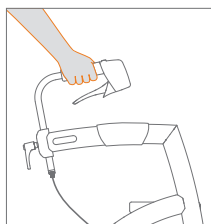

Figure 19: Conduite.
- a. Maintenez les doigts lâches autour des poignées pendant que vous marchez (Figure 19). Vous pouvez également les avoir autour des freins à main, avec votre pouce à l'intérieur de la poignée.